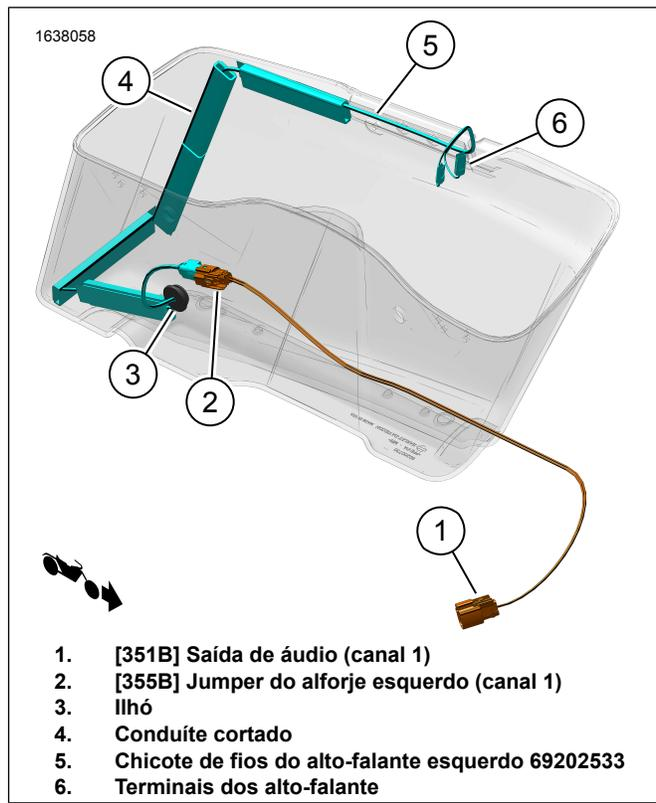
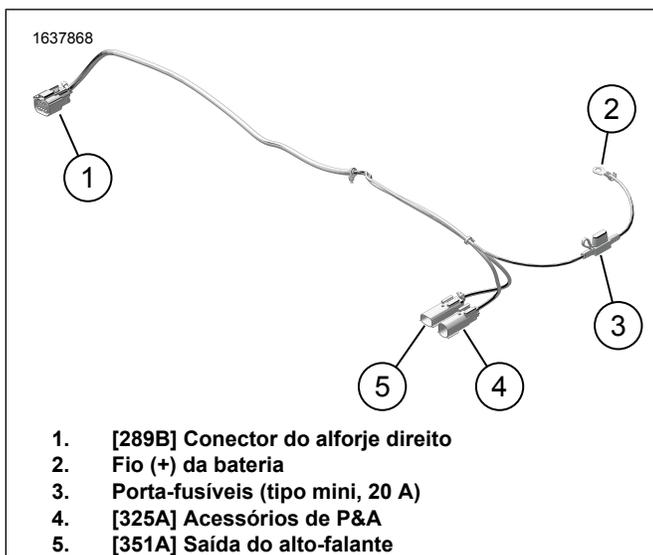
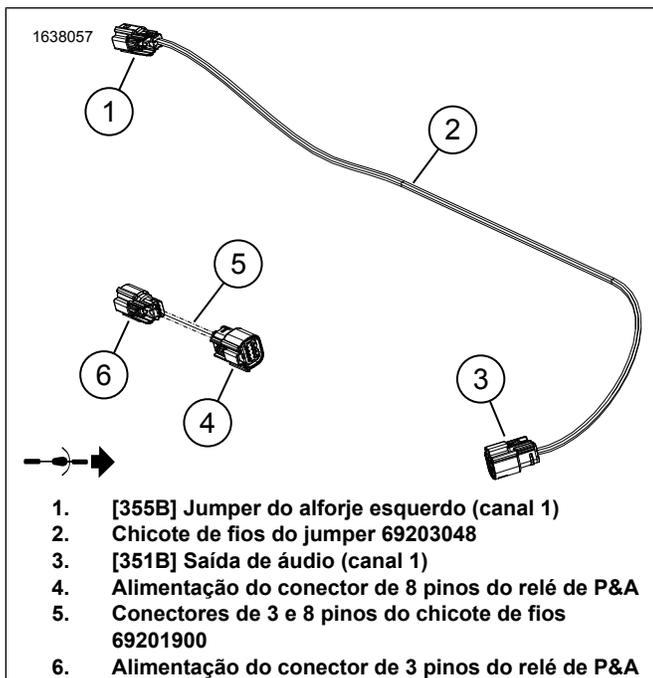

Figura 4. Roteamentos do chicote de fios no alforje esquerdo
Figura 15. Chicote de fios externo 69202870
Figura 16. Chicotes de fios do jumper
12. Figura 4 Instale o chicote de fios do alto-falante esquerdo.
- b. Figura 4 Roteie o chicote de fios (5) conforme mostrado.
1. Figura 15 Conecte o fio (+) da bateria (2) ao terminal (+) da bateria. Veja o Manual de serviço.
- a. Figura 15 Roteie o [325A] (4) para o lado esquerdo do quadro do veículo.
- b. Figura 16 Conecte o conector de 3 pinos (6) do chicote de fios do jumper (5) ao [325A] (4) do chicote de fios externo 69202870. Figura 15
- a. Roteie o [325A] (4) ao longo do lado direito do quadro do veículo.
- b. Figura 15 Conecte o [325A] ao conector de P&A [325B]. Localizado embaixo da área da tampa do lado direito.
4. Figura 15 Roteie o ramal [289B] (1) do chicote de fios externo ao longo do quadro e do suporte da escora do para-lama. Usando abraçadeiras flexíveis, instale sem apertar o chicote de fios nos pontos de ancoragem. Não aperte as abraçadeiras.
8. Figura 16 Roteie e instale o chicote de fios 69203048 do jumper (2).
- a. Figura 16 Conecte o [355B] (1) do chicote de fios do jumper (2) ao chicote de fios do alto-falante do alforje esquerdo (5). Figura 4
- c. Figura 16 Roteie o [351B] (3) do chicote de fios 69203048 do jumper (2) em direção ao [351A] (5) do chicote de fios externo 69202870. Figura 15
10. Figura 1 Instale um fusível de 20 amperes (18) no porta-fusíveis do chicote de fios externo (3). Figura 15
- a. Conecte o [360LA] ao Esquerdo (L).
- b. Conecte o [360RA] ao Direito (R).
4. Figura 15 Conecte ao [351A] (5).